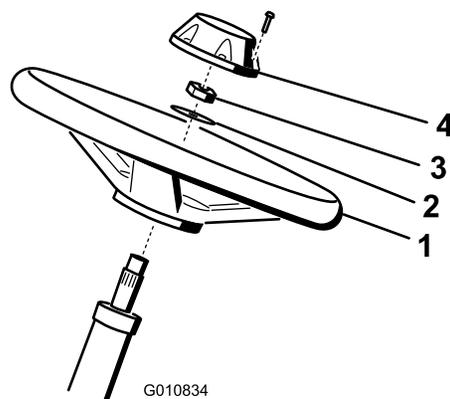

図 3
1. ハンドルをステアリングシャフトにはめ込む 図 3。
2. ワッシャをステアリングシャフトにはめ込む 図 3。
3. ジャムナットでハンドルを固定し 図 3、27-35 N·m 2.8-3.6 kg·m 20-26 ft·lb にトルク締めする。
4. キャップを取り付け、ねじで固定する 図 3。